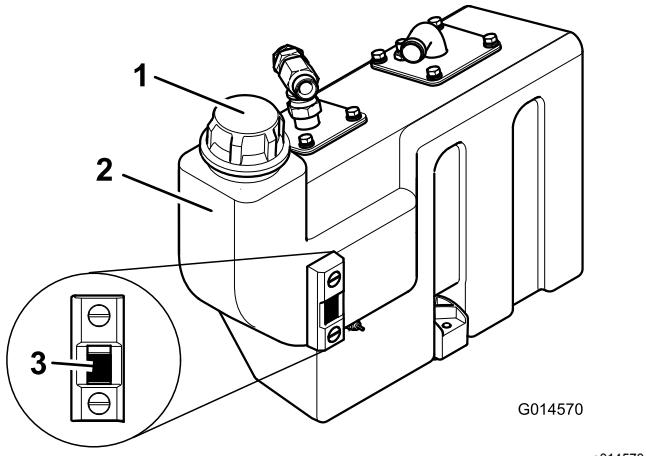

Figura 55
3. Se for necessário óleo hidráulico adicional, limpe a zona em redor do tubo de enchimento e da tampa do depósito hidráulico (Figura 55) e retire a tampa.